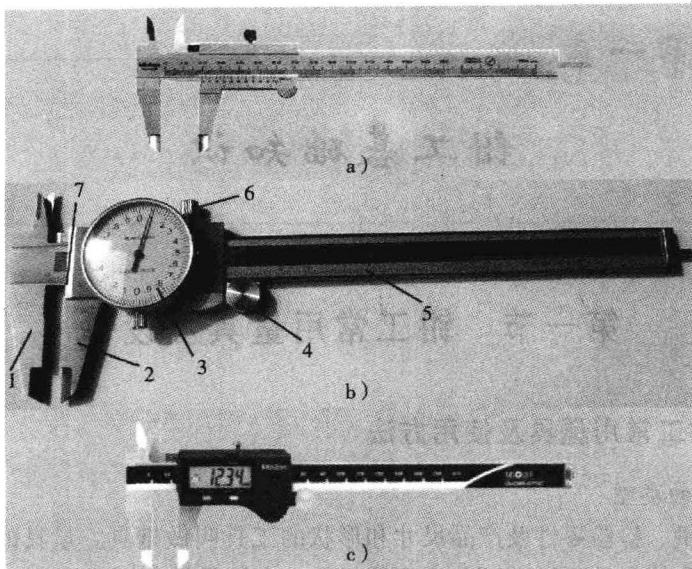

图 1-1 游标卡尺
(1) 游标卡尺 游标卡尺用来测量工件的内、外部尺寸和深度尺寸，是一种常用的中等精度量具。游标卡尺有常规、指针式、数显三种，如图 1-1 所示。